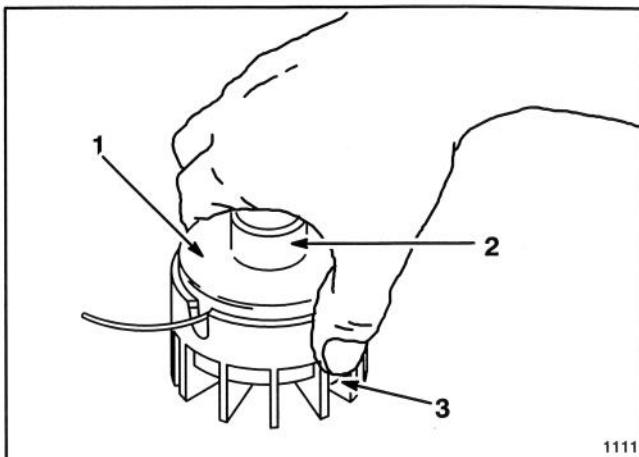

Figure 19
2. Pour retirer la bobine vide, renverser le taille-bordures, placer la main sur la bobine et enfoncez les ergots de chaque côté du capuchon (Fig. 19).